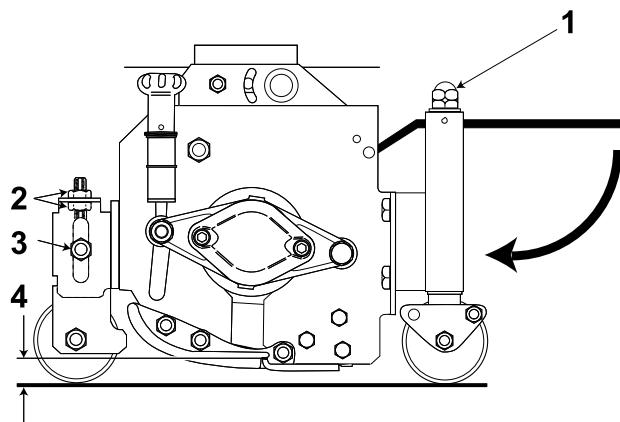
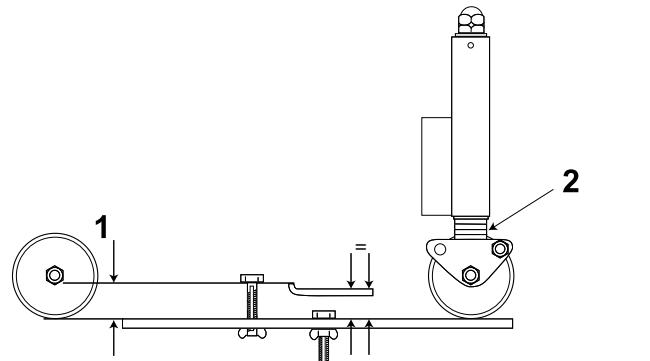

Figura 4
Figura 5
1. Para modificar la posición del rodillo delantero, afloje la tuerca de bloqueo, luego suelte y gire las tuercas de ajuste de ambos extremos en sentido horario para aumentar la altura de corte, o en sentido antihorario para reducir la altura de corte (Figura 4 y Figura 5).
2. Asegúrese de que todas las unidades de corte están ajustadas a la misma altura de corte, observando los anillos indicadores o utilizando el calibrador de altura de corte en toda la anchura de cada unidad de corte (Figura 4 y Figura 5).
3. Apriete las tuercas de ajuste y las contratuerzas en ambos extremos (Figura 4).